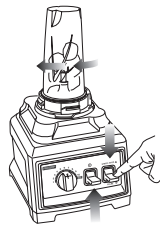

Fig. 11
- 5 Retournez le gobelet à Nutri Ninja et placez-le à l'envers sur le bloc-moteur, en alignant les ongles du gobelet avec le bloc-moteur. (Fig. 10) Faites tourner le gobelet dans le sens des aiguilles d'une montre jusqu'à ce qu'il soit verrouillé en place; l'appareil est prêt à être utilisé. (Fig. 11)
- appuyant brièvement à plusieurs reprises jusqu'à l'obtention de la consistance désirée. (Fig. 11)